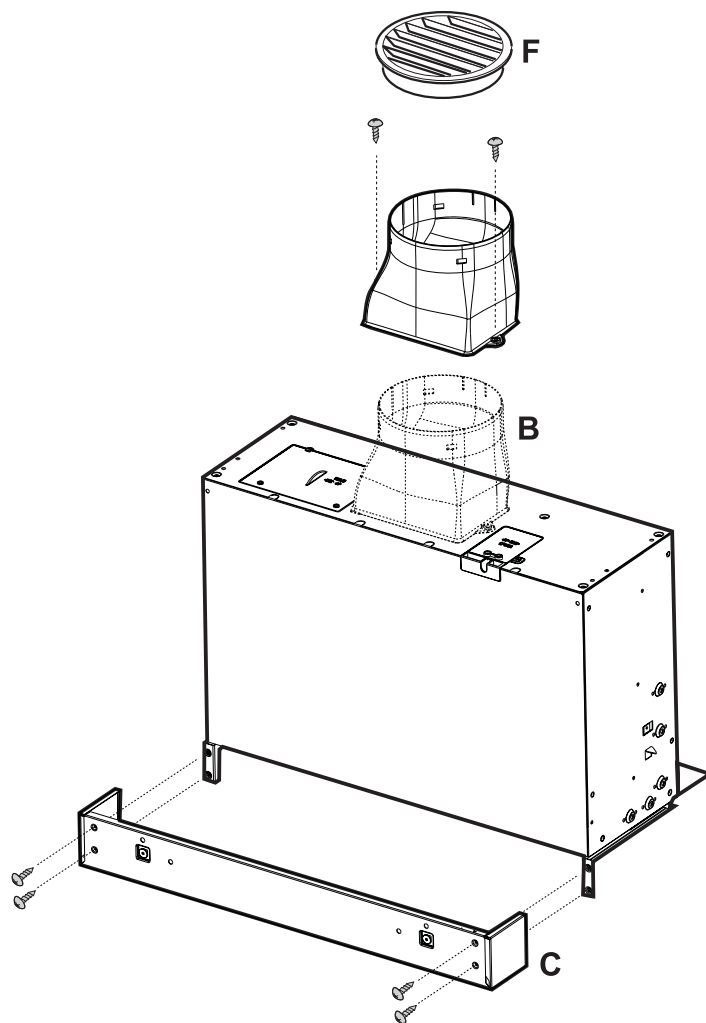

Fig. 2
I så fall skal avstandsstykkene monteres på utsiden av ventilatorkassen, i hullene til skruene som apparatet festes til kjøkkenskapet med (Fig. 2-A).
1. Mål dybden på kjøkkenskapet (regn også med døren). Inntil en dybde på 315 mm skal man nemlig montere kledningen på 37 mm, men hvis dybden er på mer enn 315 mm, skal man montere kledningen på 75 mm. Kledningen **C** skal festes til brakettene på ventilatorkassen med 4 skruer (Fig. 2).
2. Fest avløpsrøret **B** på toppen av ventilatorkassen (Fig. 2).
på avløpsrøret monteres luftretteren **F** (Fig. 2).